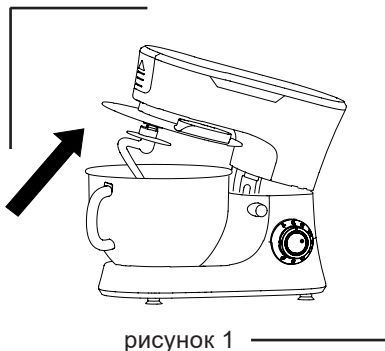

рисунок 1
*Установка и демонтаж насадки для смешивания (см. рисунок 1)*